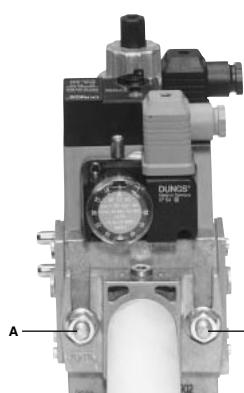

Fig. 5
3. Strangeti suruburile A, B, C si D (Fig. 5 - Fig. 6), in conformitate cu pozitiile de montare (Fig. 8) ;